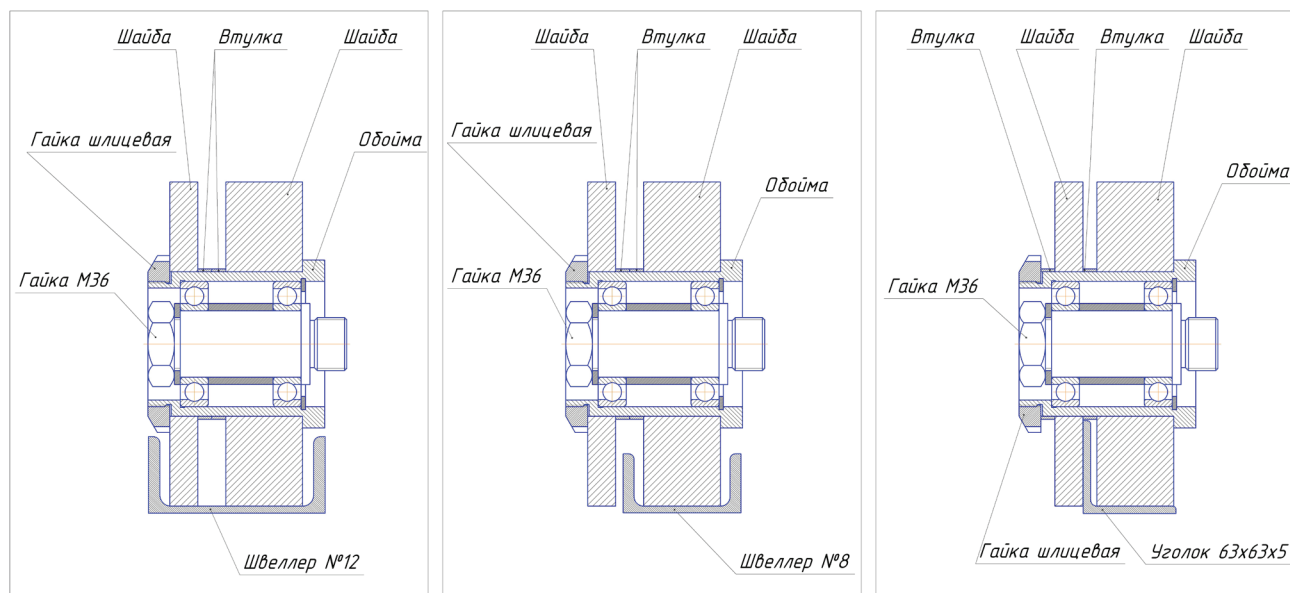

Рис. 3 Варианты использования сменных шайб нажимного вала.
5.3.2 Установить валки для профилей (входят в комплект изделия). Варианты сборки валков показаны на рис. 2 и рис. 3.